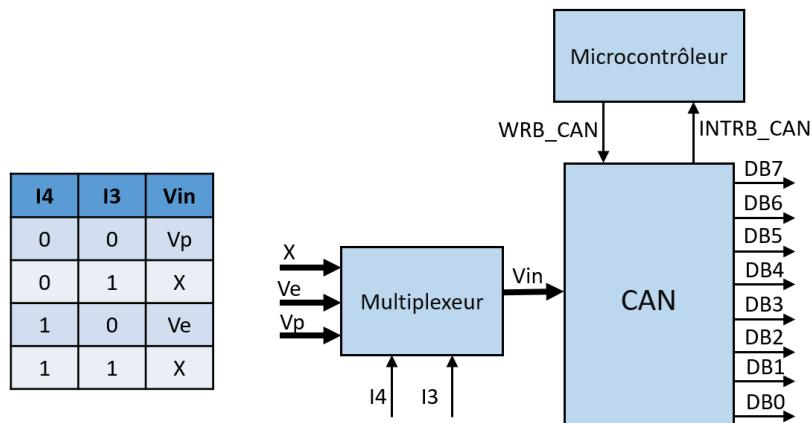
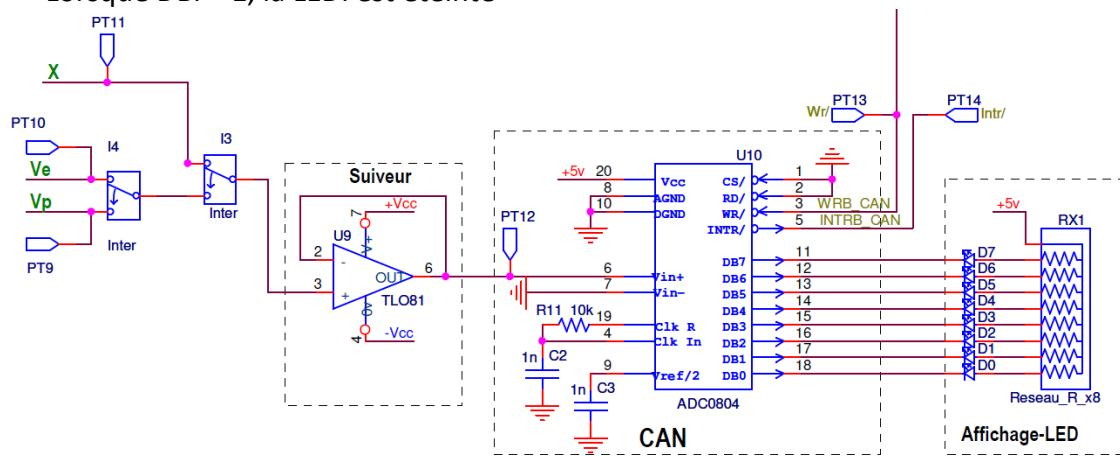

Figure 18 : Convertisseur analogique numérique 8 bits
Figure 19 : Schéma comprenant le CAN (carte)
Comme indiqué sur la figure 18 chaque sortie DBi du CAN est connectée à une LED.
Comme indiqué sur la figure 18, le circuit CAN est piloté par le microcontrôleur présent sur la carte Arduino (voir figure 6). Ce microcontrôleur est un circuit qui permet d'exécuter une suite d'instructions (un code informatique) pour effectuer un traitement ou générer des signaux.
Dans le cadre de cette manipulation, le code `CAN_V1.ino` va permettre de générer le signal périodique WRB\_CAN. Ce signal WRB\_CAN est connecté en entrée du circuit CAN. Lorsque ce signal passe de l'état haut à l'état bas, le CAN convertit en numérique la tension présente sur son entrée (`Vin` sur la figure 18 et `PT12` sur la figure 9).
Le signal INTRB\_CAN, généré par le circuit CAN indique que la conversion est terminée et que le résultat est disponible sur les sorties DBO à DB7 (figure 18) connectées à des LEDs (figure 19).
5.2.3. Positionner les interrupteurs I3 et I4 pour appliquer la tension Ve à l'entrée du circuit CAN via le circuit suiveur (figure 19). Cette tension Ve correspond à la tension appliquée sur la borne Ve située en haut à gauche de la carte (Figure 7).